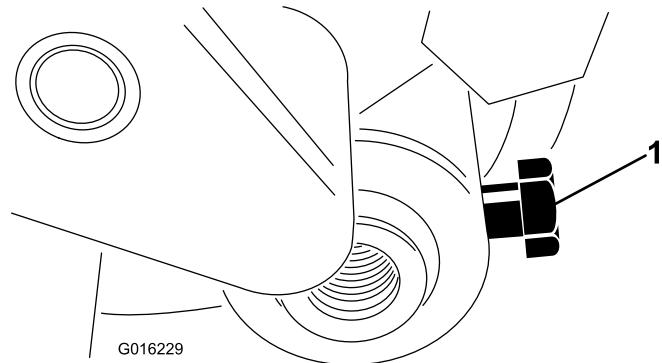

Figura 12
24. Inserte el eje del rodillo en el brazo de ajuste derecho y sujetelo provisionalmente con el perno del eje del rodillo (Figura 12).
32. Centre el rodillo entre los brazos de ajuste y apriete los pernos de montaje (Figura 12).